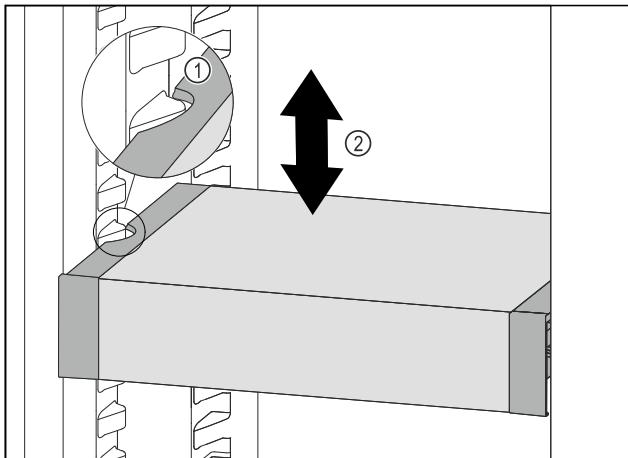

Fig. 109
- Изтеглете VarioSafe напред, докато страничните прорези на VarioSafe се намират на височината на реброто на съда в хладилната част. Fig. 109 (1)
- Преместете VarioSafe нагоре или надолу в хладилната част, докато се достигне желаната височина. Fig. 109 (2)